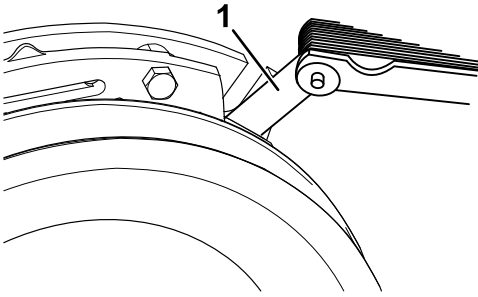
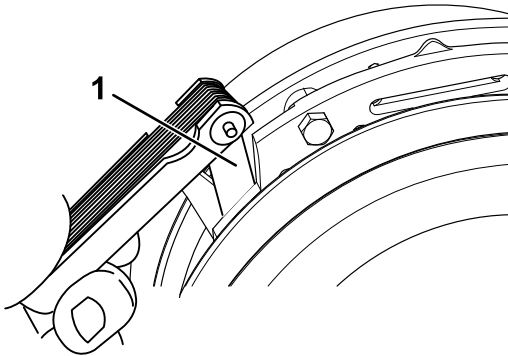

Figure 62
Figure 63
- E. À l'aide d'une jauge d'épaisseur de 0,025 cm (0,010 po), vérifiez qu'il existe un entrefer entre le rotor et la face de l'induit, de chaque côté du pôle de frein, comme montré à la Figure 62 et la Figure 63.